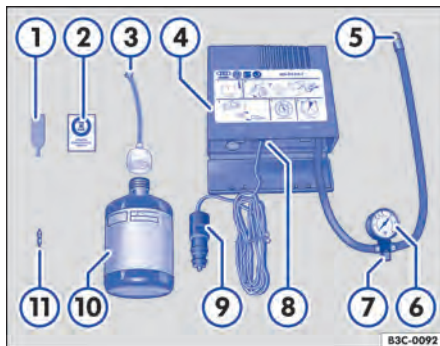

Fig. 228 Representação esquemática: componentes do kit de reparo dos pneus.
O kit de reparo dos pneus encontra-se no compartimento de bagagem sob o revestimento do assoalho. Ele é composto pelos seguintes componentes ⇒ Fig. 228:
- Colar a etiqueta adesiva ⇒ Fig. 228 ② do kit de reparo dos pneus no campo visual do condutor no painel de instrumentos.
- Com a chave para remoção do elemento da válvula ⇒ Fig. 228 ①, desrosquear o elemento da válvula da válvula do pneu e colocá-lo sobre uma superfície limpa.
- Agitar a garrafa para enchimento dos pneus ⇒ Fig. 228 ⑩ algumas vezes com força.
- Rosquear a mangueira de enchimento ⇒ Fig. 228 ③ com firmeza no sentido horário sobre a garrafa para enchimento dos pneus. A película na tampa é perfurada automaticamente.
- Remover a vedação da tampa da mangueira de enchimento ⇒ Fig. 228 ③ e introduzir a extremidade aberta totalmente na válvula do pneu.
- Rosquear novamente o elemento da válvula com a chave para remoção do elemento da válvula ⇒ Fig. 228 ① na válvula do pneu.
- Rosquear a mangueira de enchimento dos pneus ⇒ Fig. 228 ⑤ do compressor de ar com firmeza na válvula do pneu.
- Verificar se o parafuso de sangria de ar ⇒ Fig. 228 ⑦ está fechado.
- Encaixar o conector do cabo ⇒ Fig. 228 ⑨ em uma tomada 12 V do veículo ⇒ Página 213.
- Ligar o compressor de ar com o interruptor LIGA-DESLIGA ⇒ Fig. 228 ⑧.
- Tempo de funcionamento máximo de 8 minutos** ⇒ ①.
Reconectar a mangueira de enchimento dos pneus ⇒ Fig. 228 ⑤ e ler a pressão dos pneus no manômetro de pressão dos pneus ⑥.